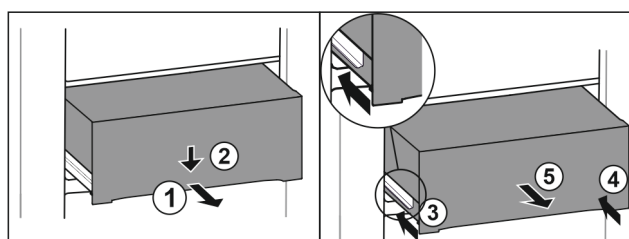

Fig. 185
- Trekk skuffen ut halvveis. Fig. 185 (1)
- Skyv skuffen foran nedover. Fig. 185 (2)
- Sett inn den venstre skinnen ca. 2 cm. Fig. 185 (3)
- Sett inn den høyre skinnen ca. 2 cm. Fig. 185 (4)
- Ta ut skuffen framover. Fig. 185 (5)